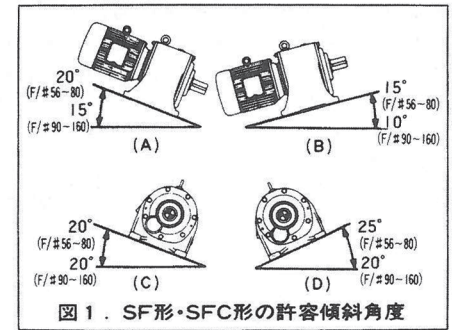

図1. SF形・SFC形の許容傾斜角度
- (b)据付台は、機械加工されたもので水平、確実に取付けてください。もし、傾斜してお使いになる場合は、図1の値を越えないようにしてください。但し、出力軸回転数10rpm以下で使用の場合は、図1の許容傾斜角度は適用できません。